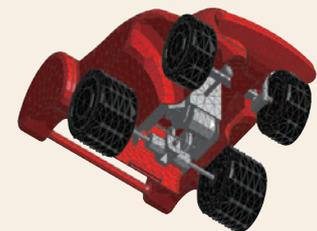

図6 模型自動車のメッシュ分割図
ひとつでメッシュが作成できます。これらの機能は、特に図6のように多くの部品から構成されるアセンブリモデルに大きな威力を発揮します。さらに、アダプティブメッシュ法により応力や電磁界が強い箇所を自動的に細かく分割することも可能です。
Femtet®は、対象を図6に示すように三角形や四面体などの要素に細かく分割して解析します。通常、この要素分割は手間のかかる作業ですが、①重複箇所を排除するための演算、②部品間の接続面における要素の連続性の確保、③誤差で生じた微小な形状の除去など、これらが完全に自動化されているため、クリック